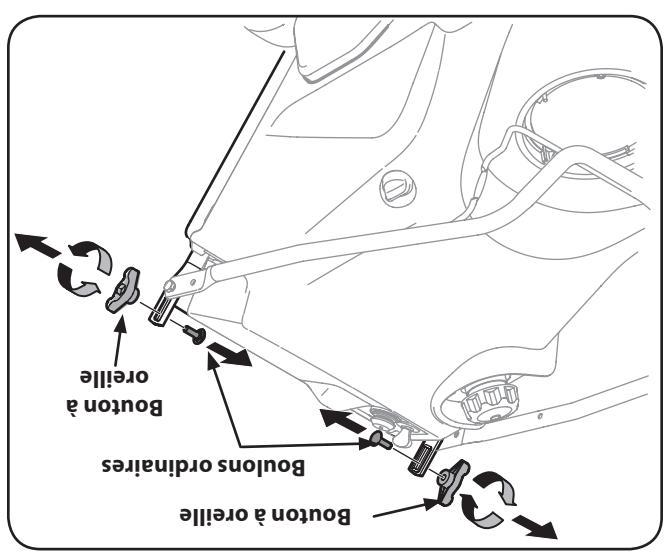

Figure 3-1
1. Enlevez le bouton à oreilles et le bouton ordinaire qui se trouvent sur le dessus du guidon inférieur. Voir la Fig. 3-1. II n'est pas nécessaire de retirer la vis à épaulement ni l'écrou de blocage à coller qui se trouve sous le bouton à oreilles et le bouton ordinaire.